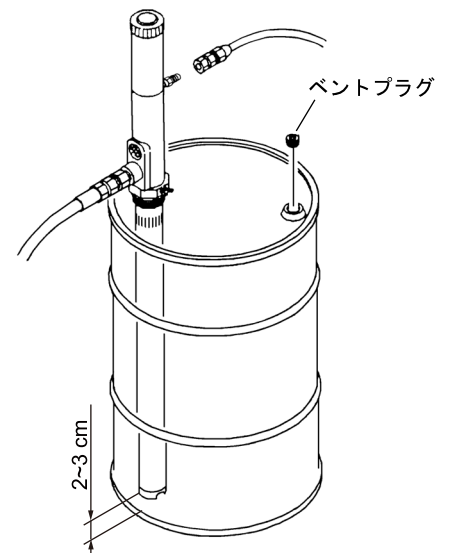

Fig.3
- 4) バングアダプターにポンプを差込み、ポンプの下端(フートバルブ部)がドラム缶の底に当たったら、2~3 cm ポンプを持上げてドラム缶底とフートバルブとの間に隙間をとってください。位置が決まりましたら、バングアダプターの蝶ネジを締めてポンプを固定してください。(Fig.3)